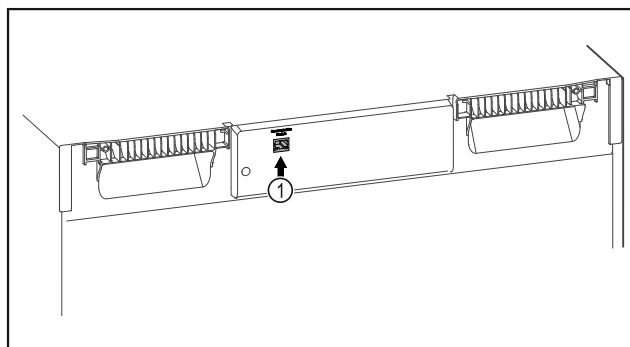

Fig. 93
- SmartModule Fig. 93 (1) är insatt.